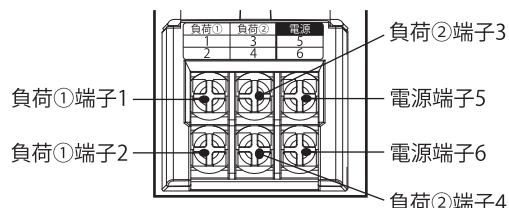

図5 端子部番号配置図
- 電源線を電源端子(5、6)に接続し、接続する機器の電源線を負荷①端子(1、2)もしくは負荷②端子(3、4)に結線し、端子台カバーをはめてください。(図5)